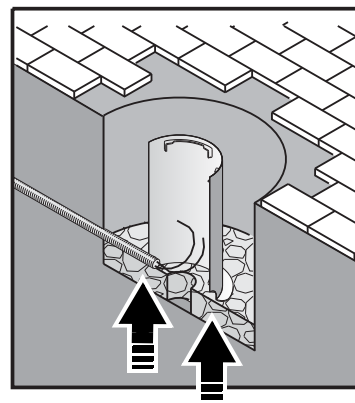

Figure 5: Stabilisation des supports
Voir Figure 5. Vous devez garnir le fond du puits d'un matériau de soutien sous la base du support. Ce matériau doit être assez stable pour supporter la pression exercée sur le haut du support en charge maximale estimée pour le site. Dans une zone de passage de véhicules, le support doit encaisser jusqu'à 40 kN (8800 lbs.) sur le haut du projecteur.
2. Voir Figure 5. Assurez-vous que le matériau d'appui du bol supporte la charge maximale attendue sur le haut du projecteur.